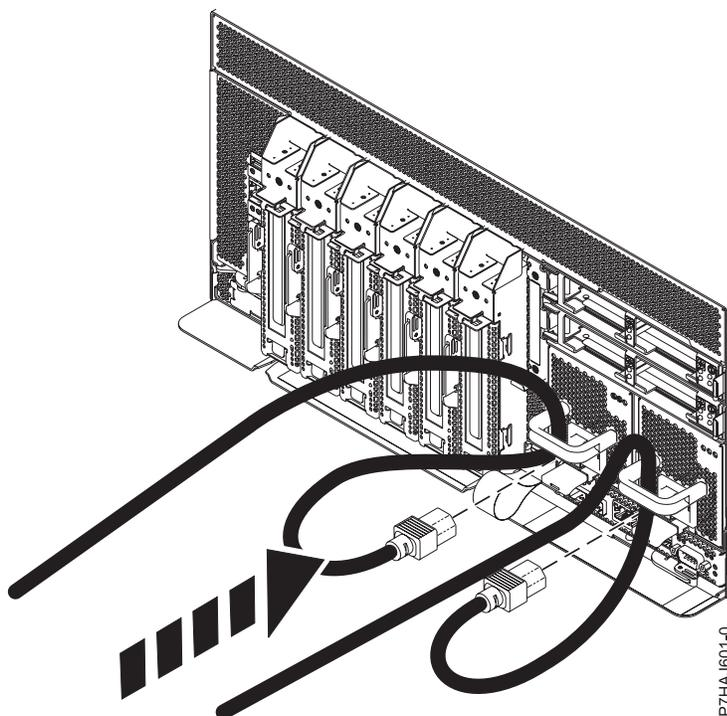

Figura 34. Ligar os cabos de alimentação
2. Volte a ligar o cabo de alimentação à unidade de sistema, como indicado em Figura 34 na página 53. Certifique-se de que todos os cabos passam pelos puxadores.